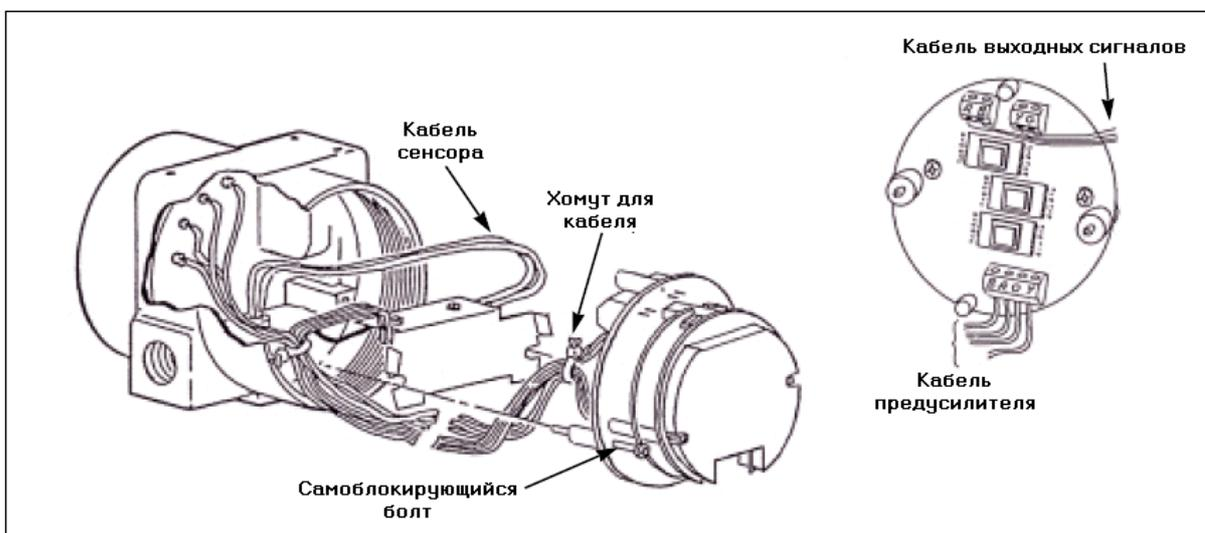

Рисунок 18. Соединения электронного модуля – VFM 3100 с расширенным температурным диапазоном
- В расходомере VFM 3100 с выносной электроникой отсоедините от клемника все четыре провода предусилителя. См. рисунок 18.
- Вынуть электронный блок из корпуса настольно, чтобы можно было отсоединить на клеммной коробке четыре провода предусилителя (коричневый/красный/оранжевый/желтый) и четыре провода выходных сигналов (красный-синий, желтый-зеленый). См. рисунок 18.
- См. рисунок 18. Кабель предусилителя (коричневый/красный/оранжевый/желтый провода) подсоединить к маркированным цветным клеммам клеммной коробки на обратной стороне электронного блока. Для взрывозащищенного исполнения по CENELEC подсоединить также провод заземления предусилителя к корпусу согласно рисунку 21.
- Снять винтовую крышку отсека электронного модуля (с противоположной стороны от „Field Terminal“) и затем снять электронный блок, как описано в 4.2.1. Отсоединить коричневый, красный, оранжевый и желтый провода предусилителя. См. рисунок 18. Дисплей, если он предусмотрен, не нужно демонтировать.
- Перед установкой преусилителя в корпус слегка отогнуть крепежные язычки металлического экрана наружу, чтобы обеспечить плотную посадку его у стенок корпуса. См. рисунок 18. Центрировать оба монтажных паза с резьбовыми отверстиями для монтажа электронного блока.
- Перед монтажом основного электронного блока в корпус аккуратно уложить все кабели на преусилителе и корпусе вместе. См. рисунок 18.